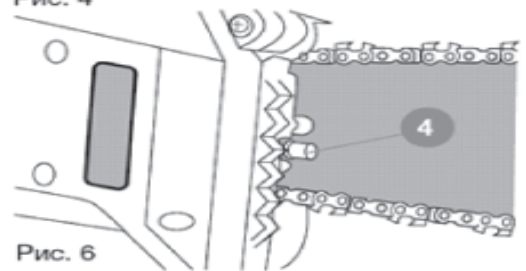

Рис. 6
3. Установите защитную крышку, потяните носок пильной шины и осуществите натяжку цепи, зафиксируйте её с помощью прижимной гайки (рис. 3-5). Натяжку цепи осуществляйте вращением по часовой стрелке винта 4 (рис.6).